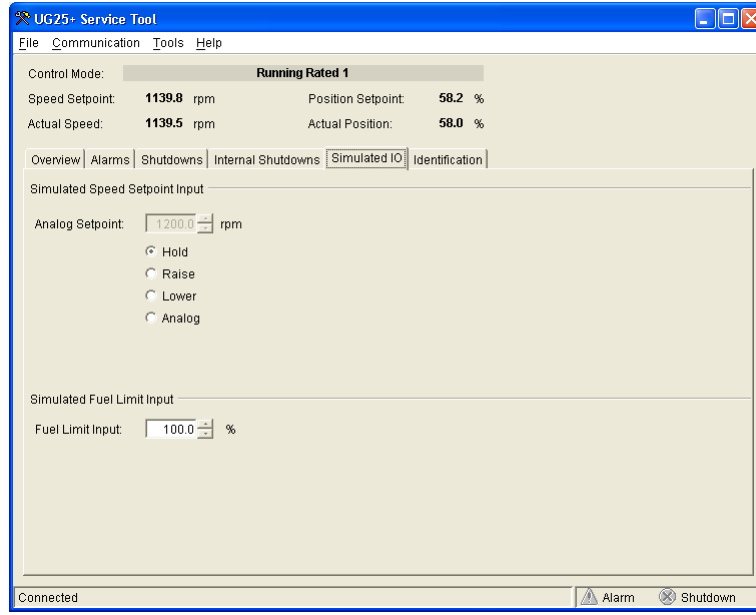

图 5-7. 服务工具 – 模拟输入/输出窗口
- 模拟 I/O (见图 5-7)
在与服务工具通讯时，速度设定命令（模拟、升、降）和负荷限制输入（附录3和4）不起作用，因为输入针被同时用作输入和连续通讯。模拟输入/输出屏幕（图5-7）在连接到服务工具时可以方便测试。